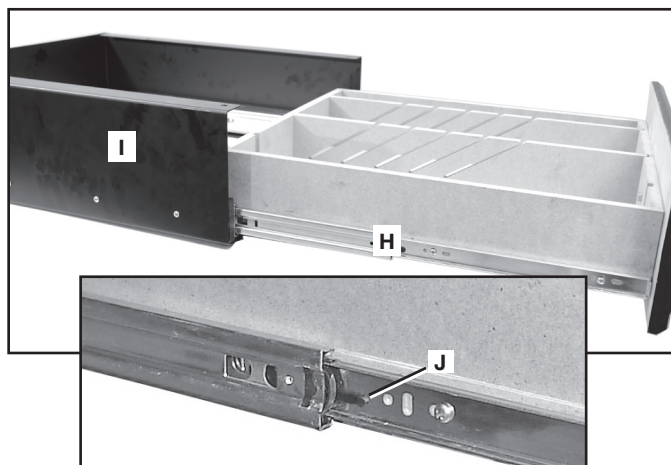

FIG. 5
Si tiene la gaveta de accesorios, quite la gaveta, (H) Fig. 5, del marco de la gaveta (I). Para hacerlo, sujete la lengüeta de liberación (J) y desenganche el riel de metal de la gaveta del riel de metal del marco.